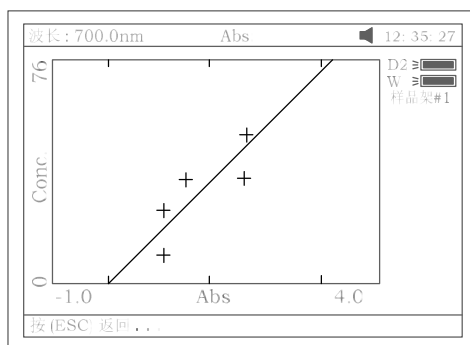
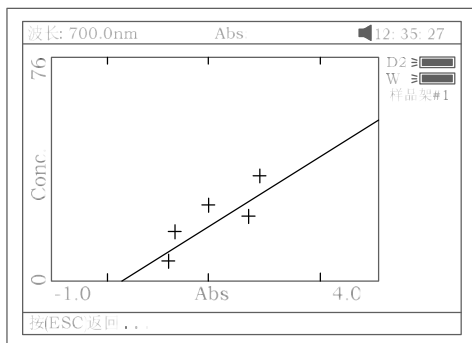
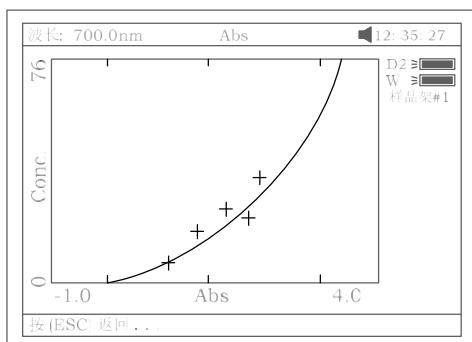
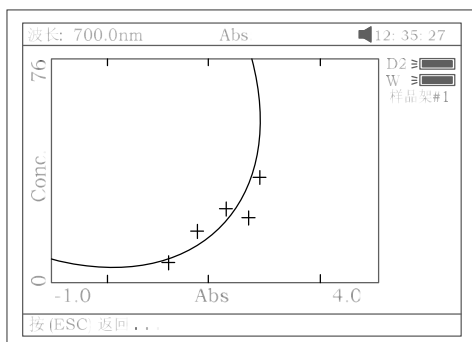

图 34 一阶线性过零拟合
图 35 一阶线性拟合，.
图 36 二阶拟合
图 37 三阶拟合
c. 按【**F4**】键可以画出曲线。这时可以通过按【**F1**】键选择不同的拟合方法来得到不同的拟合曲线见图 34，图 35，图 36，图 37 所示。